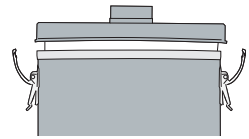

figure 6 | figura 6
3. **Unlatch the two clips and remove lid (figure 6).**
Défaire les deux attaches et retirer le couvercle de l'appareil (figure 6).